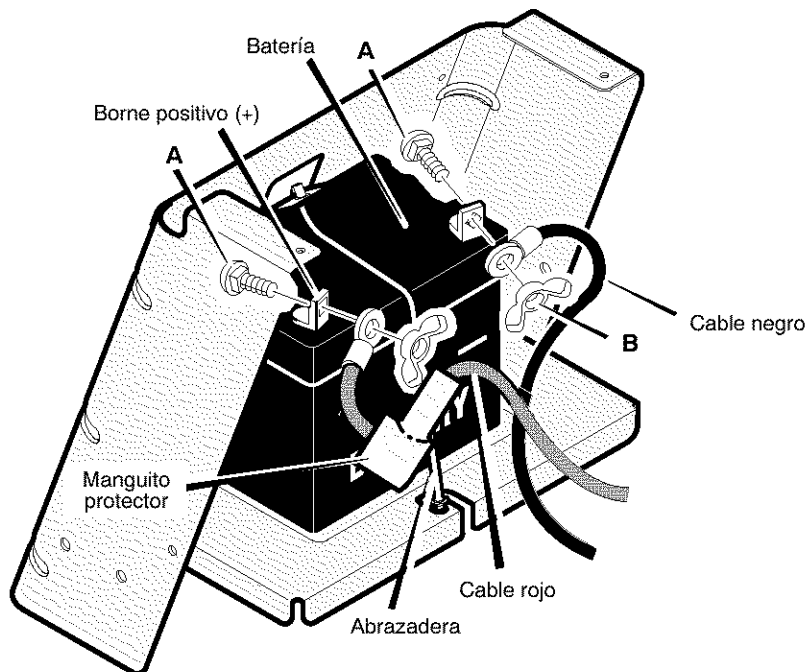

Figura 57
1. Desconecte el **cable negro** del **borne negativo (-)** (Figura 57).